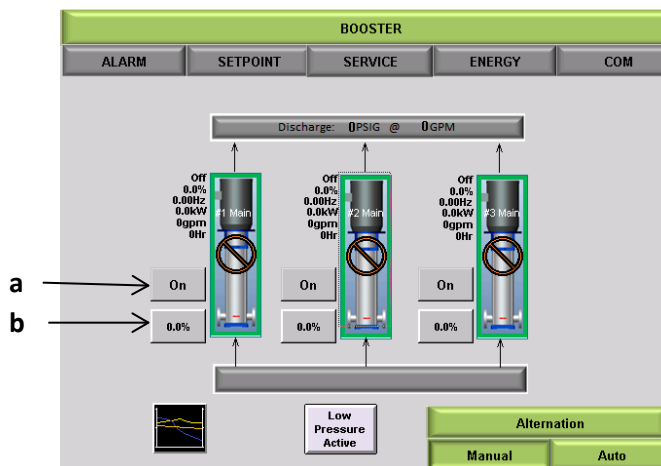

Figure 15 : page de l'auxiliaire manuel de base
3. Le **mode manuel** est activé ou désactivé en tapant sur [MANUEL]. Lorsqu'une page dédiée est activée, elle s'affiche comme illustré dans la **Figure 15** pour permettre l'opération manuel des pompes individuelles.